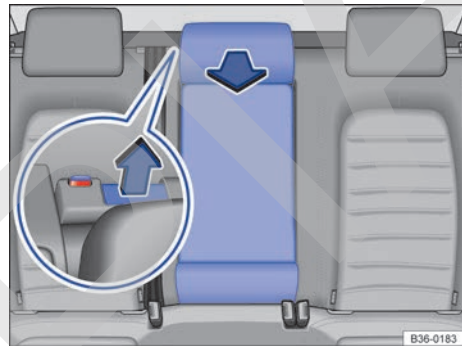

Fig. 259 En el habitáculo: apertura de la trampilla para cargas largas.
- Tire de la palanca de desbloqueo en el sentido de la flecha → fig. 259 y abata completamente la trampilla hacia delante.